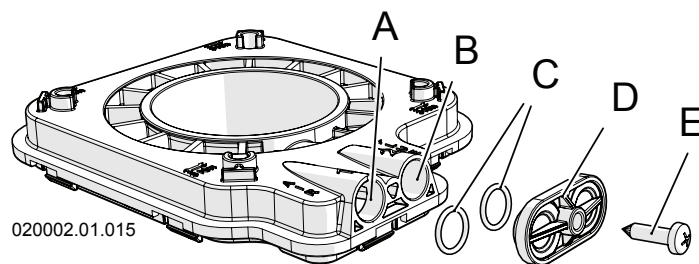

Figura 6-8 - Prese di analisi combustione
- 3.-collegare un analizzatore di combustione nella apposita presa sul raccordo di scarico fumi "B" (Figura 6-8);